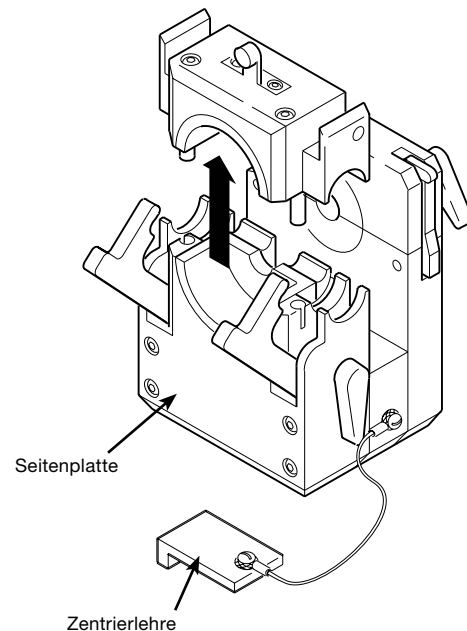

Abbildung 23 Entfernen des Oberteils der Seitenplatte
3. Drehen Sie den Spannblock in die aufrechte Position und entfernen Sie die Oberteile der Seitenplatten CWS-5FSP2. Siehe Abbildung 23.